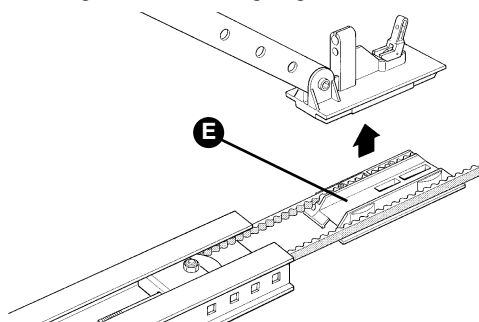

Abbildung 27
- 2 Den Riemensteller **[E]** bis zur Hälfte der Führung gleiten lassen siehe Abbildung 27 und den Wagen ganz herausziehen.